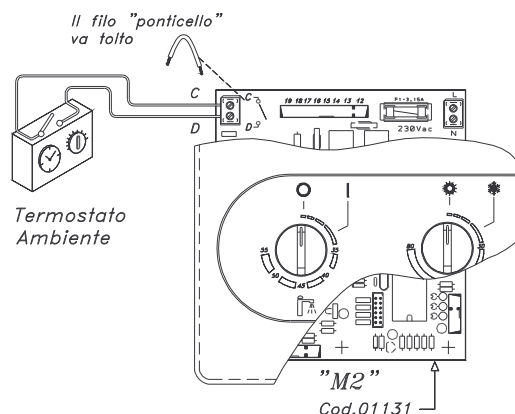

Fig.25
- **un termostato ambiente;** si sceglierà di preferenza un termostato ambiente di qualità (a debole differenziale), che verrà raccordato ai relativi morsetti **C** e **D**, della scheda di regolazione (Fig.25), dopo aver levato il ponte, mediante un filo a due conduttori conforme alle norme ed ai regolamenti vigenti.